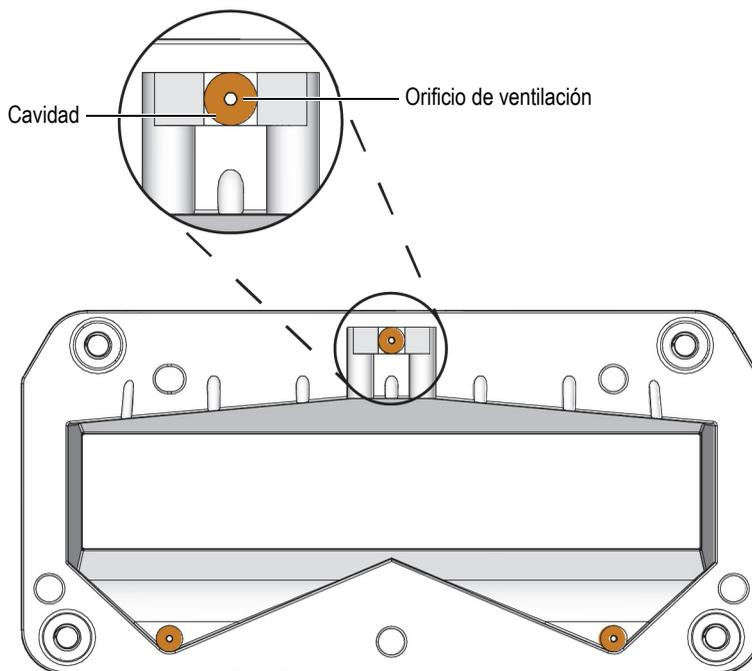

Figura 5-4 Orificios de ventilación en la placa de la línea de retardo
Puede que las tres cavidades de la placa de línea de retardo y los orificios de ventilación se obstruyan y requieran ser limpiados (ver Figura 5-4 en la página 79).
4. Limpie la cavidad rascando con la cuchilla adecuada las partes laterales e inferior a fin de retirar todo desecho (consulte Figura 5-4 en la página 79).